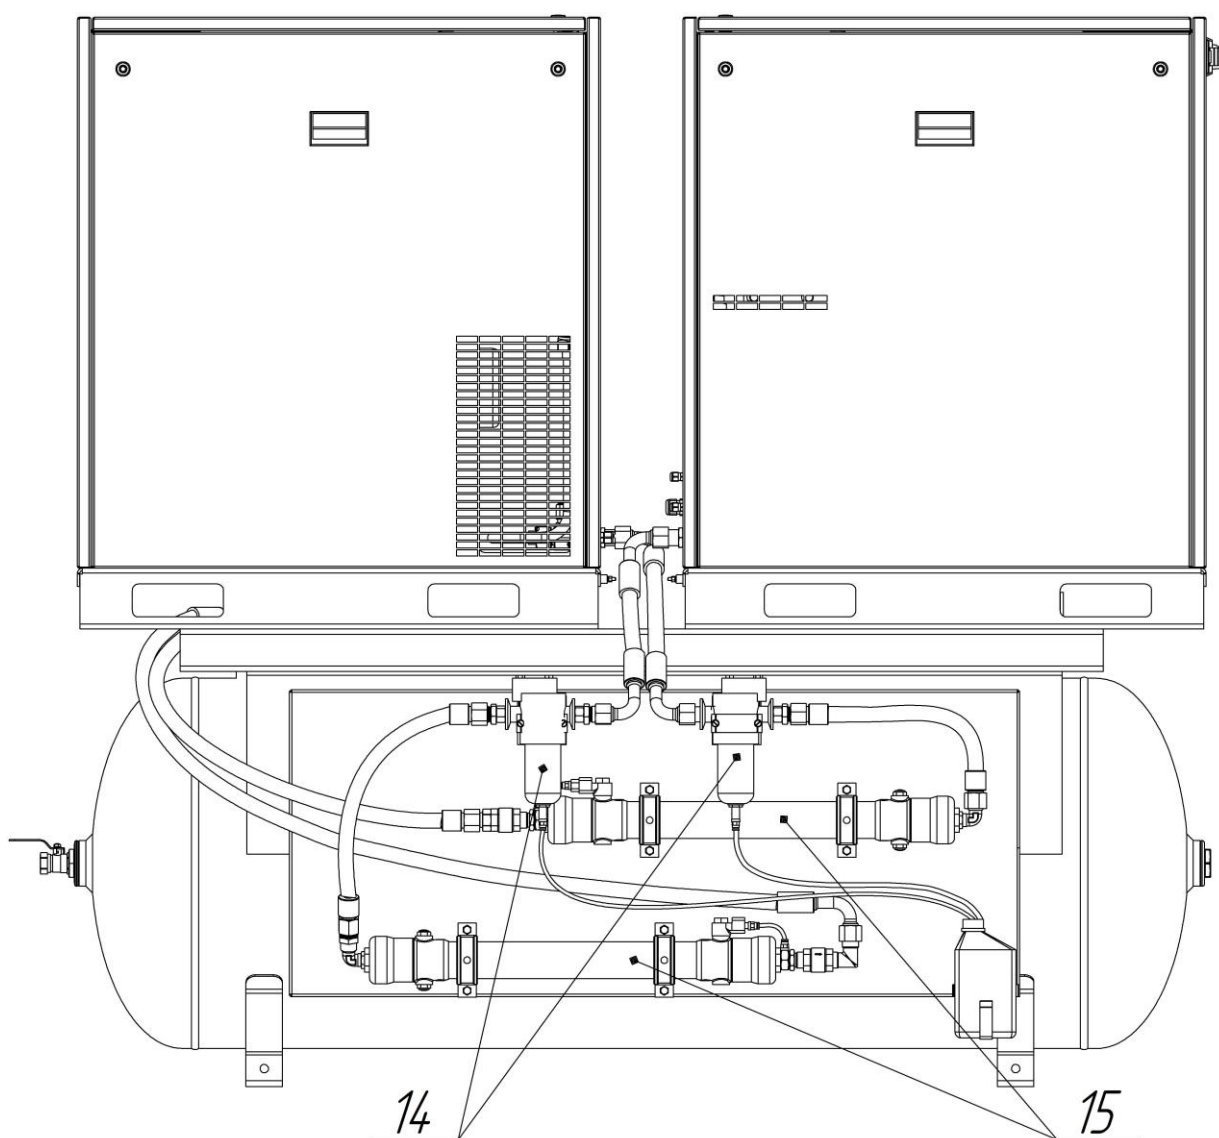

Рисунок 1 – Общий вид компрессорных установок
- 14 – Фильтр-влагоотделитель** (рис.1) предназначен для подготовки сжатого воздуха перед его поступлением в мембранный осушитель.
- 15 – Мембранный осушитель** (рис. 1) предназначен для отделения парообразной влаги, содержащейся в сжатом воздухе.
5.3 Принцип работы (рис.1, 2)